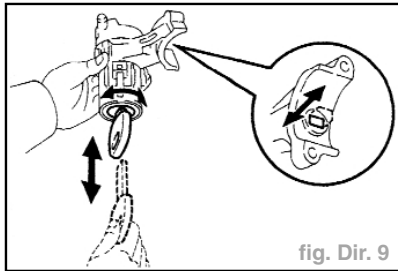

fig. Dir. 9
- S'assurer que l'antivol de direction fonctionne correctement (fig. Dir. 9).